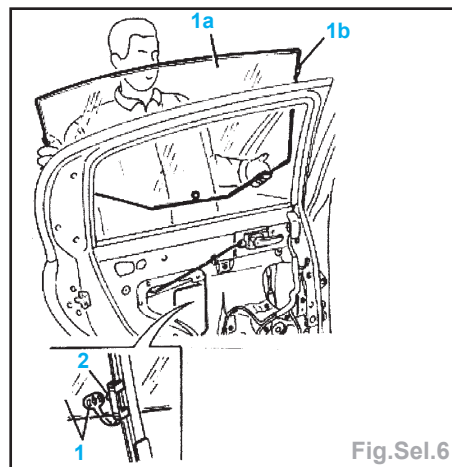

Fig.Sel.6
- baisser la glace de façon à pouvoir détacher la retenue (1) et séparer l'axe de retenue (2),
- extraire la glace en veillant à ne pas endommager la fixation (1b) (Fig.Sel.6).